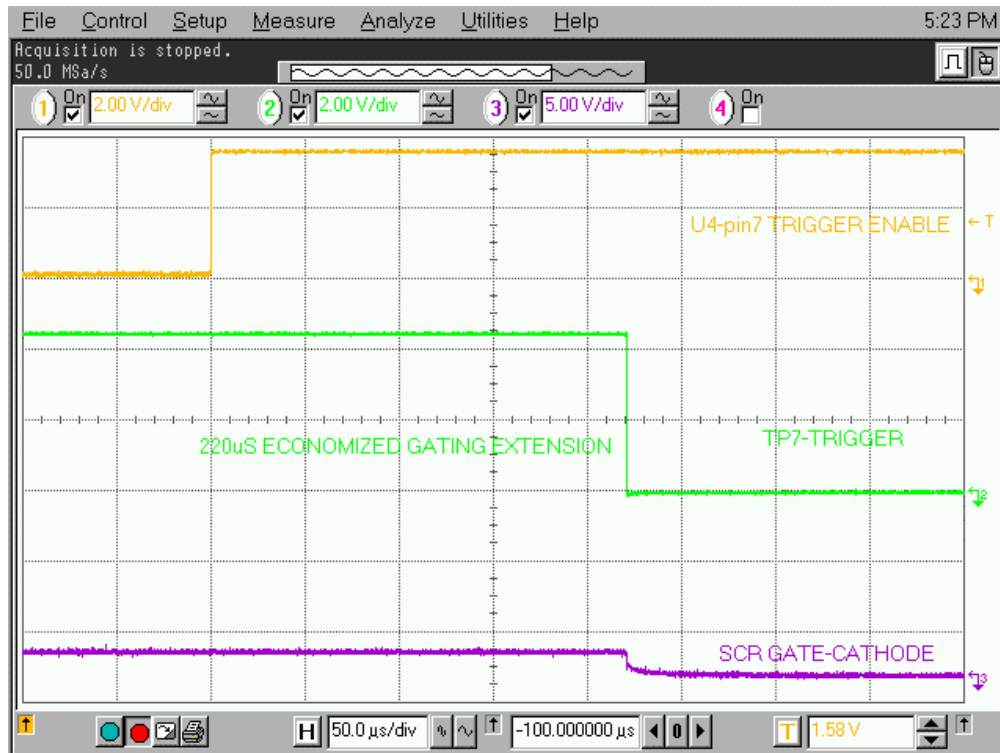

Bild 6.36 – Zoom von Spannungsensor-Trigger und SCR Gateimpuls
22. Legen Sie ein 60 Hz Signal mit 33% Pulsbreite und 2V Amplitude zwischen TB1-2 und COM an. Vergleichen Sie die Signale mit den Bildern 6.35 und 6.36. Achten Sie darauf, daß die Zeit zwischen der steigenden Flanke an U4-pin7 und der fallenden Flanke an TP7 wie in Bild 6.36 $220 \mu\text{s}$, $\pm 20 \mu\text{s}$ beträgt.